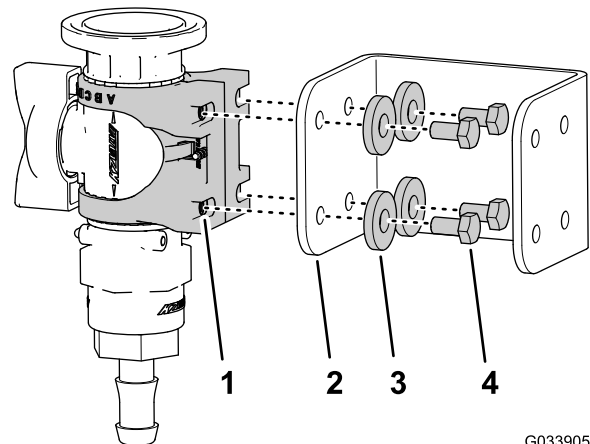

図 12
3. バルブマウントを制御バルブブラケットに組み付ける 図 12 ボルト 6 x 12 mm 4 本と平ワッシャ 4 枚を使い、10-12 N·m 1.0-1.2 kg·m = 86-106 in-lb にトルク締めする。